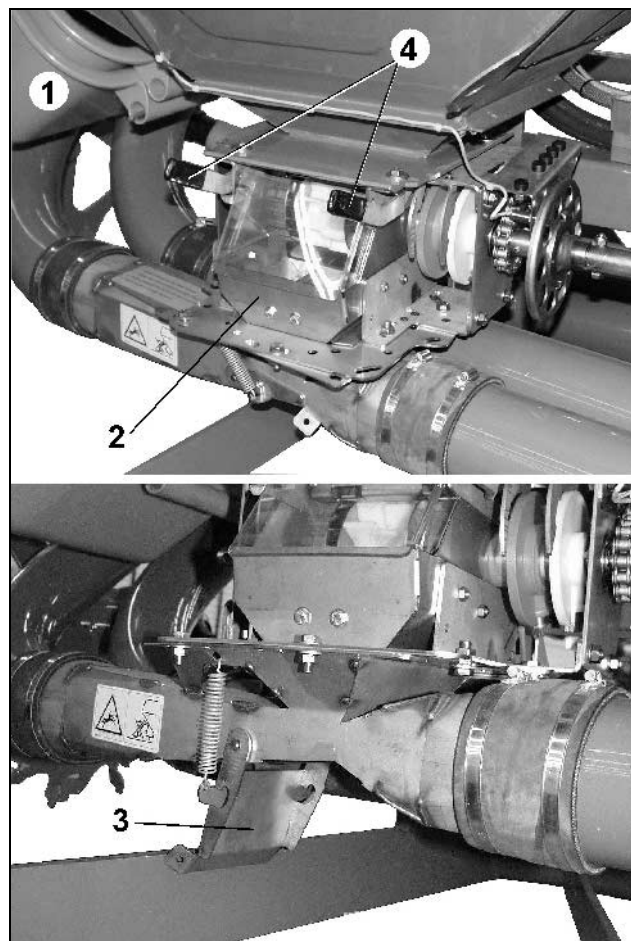

Fig. 102
- Pour vidanger la trémie, placez un seau (Fig. 102) sous l'unité (les unités) de dosage.
- Maintenez la trappe de la chambre d'injection (Fig. 102/1) ouverte jusqu'à ce que le seau soit rempli de grains. Videz le seau et répétez la manœuvre jusqu'à ce qu'aucune graine de semence ne s'écoule plus dans le seau.
- Pour vidanger le reliquat de grains, poussez le levier (Fig. 102/1) vers le bas et bloquez le. Ce levier permet d'ouvrir une autre trappe de sortie derrière l'unité de dosage.
Risque d'écrasement en ouvrant et en fermant la trappe de vidange (Fig. 102/3)!